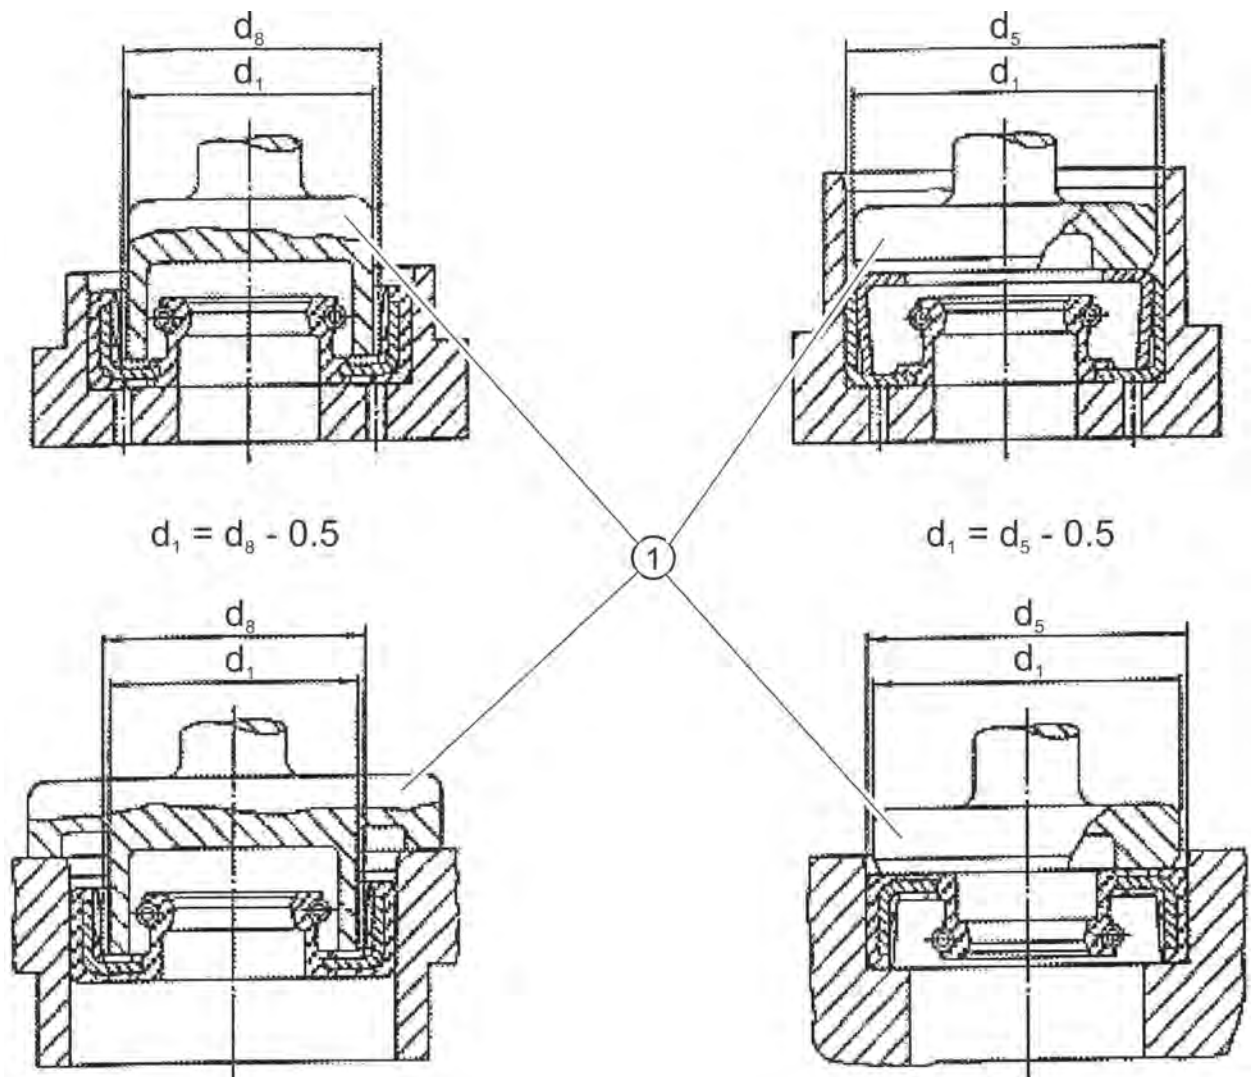

Abbildung 2: Einpresswerkzeug
5. Zum Einbau des Radialwellendichtringes ist eine Vorrichtung mit einer leichten Presse und mit einem jeweils passenden Druckstempel (siehe Abbildung 2) zu verwenden.